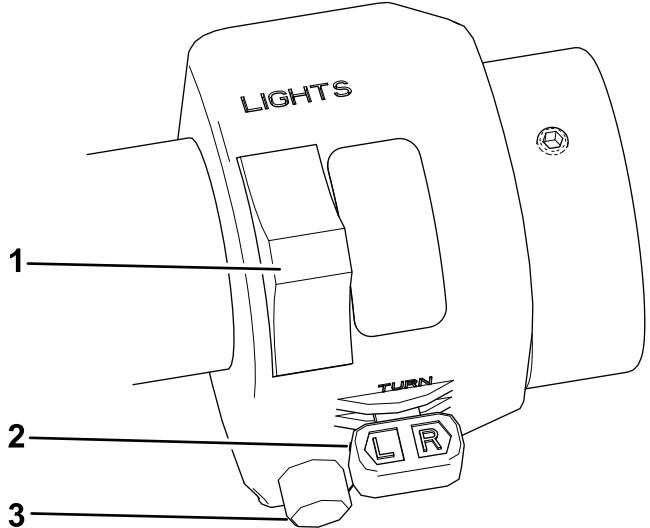

Figure 19
- L'interrupteur des clignotants commande les clignotants gauche et droit quand le commutateur d'allumage soit tourné sur Contact (Figure 19).
- Le commutateur des phares et feux de croisement commande les phares uniquement lorsque le contact est établi (Figure 19).